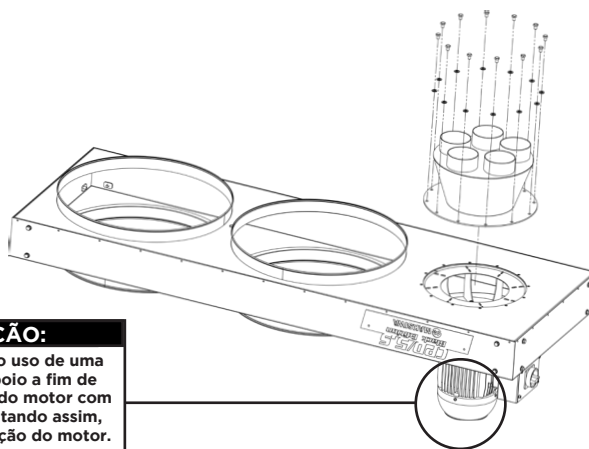

figura 1
1. Fixe o Funil Coletor, aplicando silicone na área ao redor do orifício principal, use os parafusos e arruelas que já estão pré-fixados para prender o Funil Coletor no local designado (**figura 1**).